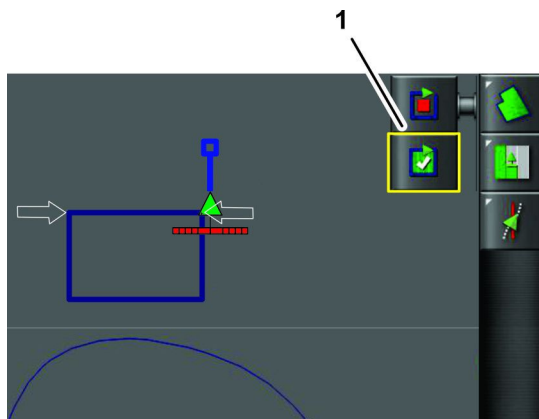

Figura 50
6. Sitúe la parte exterior central del neumático delantero izquierdo en el último punto, y pare la máquina (Figura 50).
7. Pulse el icono COMPLETAR REGISTRO DEL PERÍMETRO DE PARCELA (Figura 50).